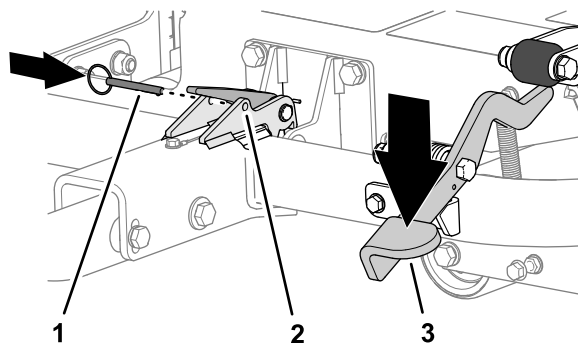

图 20
3. 踩到挂钩踏板上直到挂钩锁入就位 图 20。
4. 将锁定销插入门锁中的孔内 图 20。